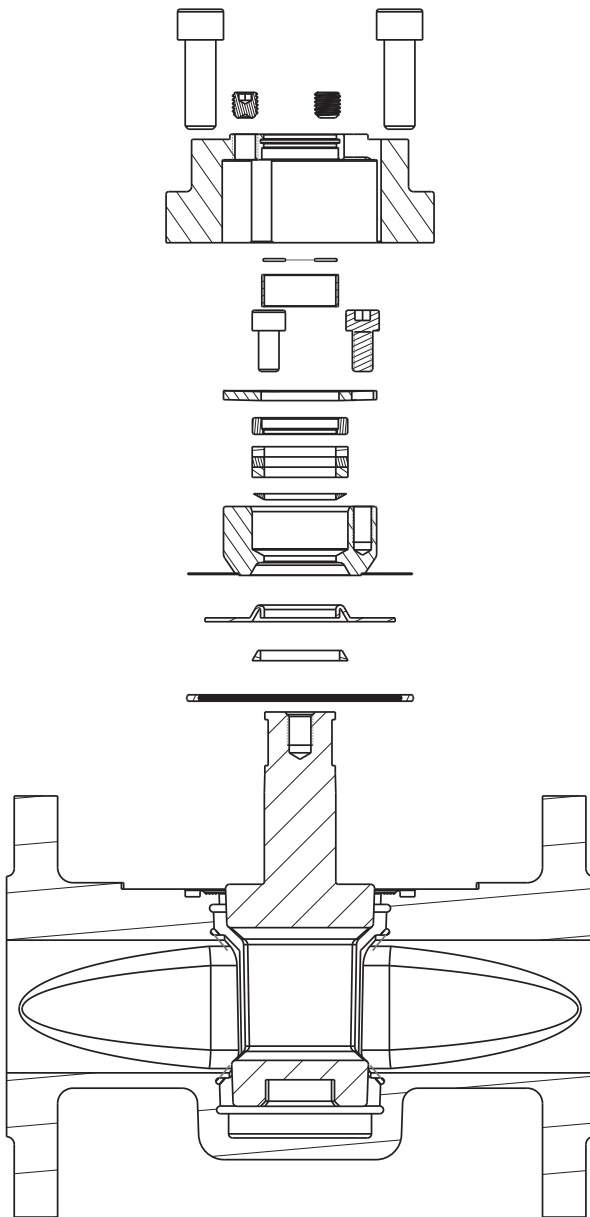

Fig. 1
1. Retrait du dispositif de commande et du couvercle (fig. 1)
2. Retirer le kit d'étanchéité et le boisseau (fig. 1)